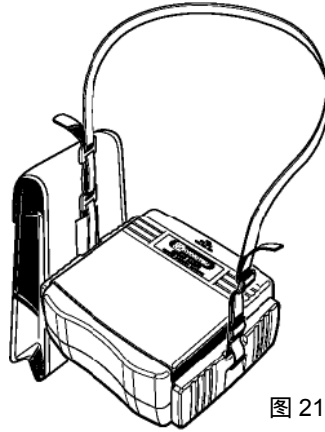

图 21
- 2) 穿上肩带的带扣,调整肩带到一个合适的长度。(图. 21)